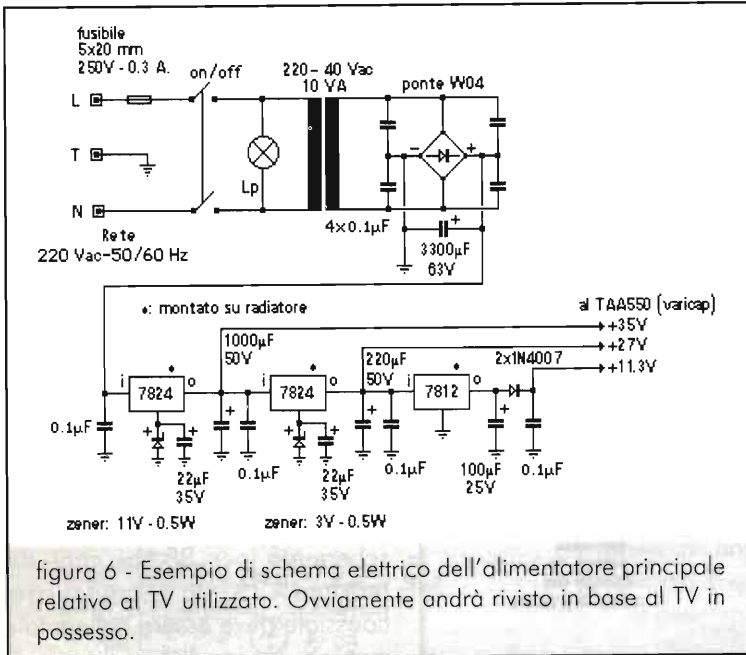

figura 6 - Esempio di schema elettrico dell'alimentatore principale relativo al TV utilizzato. Ovviamente andrà rivisto in base al TV in possesso.
- ripristino delle alimentazioni con i necessari collegamenti fra il nuovo circuito dell'alimentatore principale (vedi figura 6, realizzato su un circuito stampato a parte) ed i corrispondenti punti sulla scheda madre. I regolatori di tensione integrati dello schema di figura 6 devono essere abbondantemente dissipati per garantire un funzionamento continuo e sicuro;